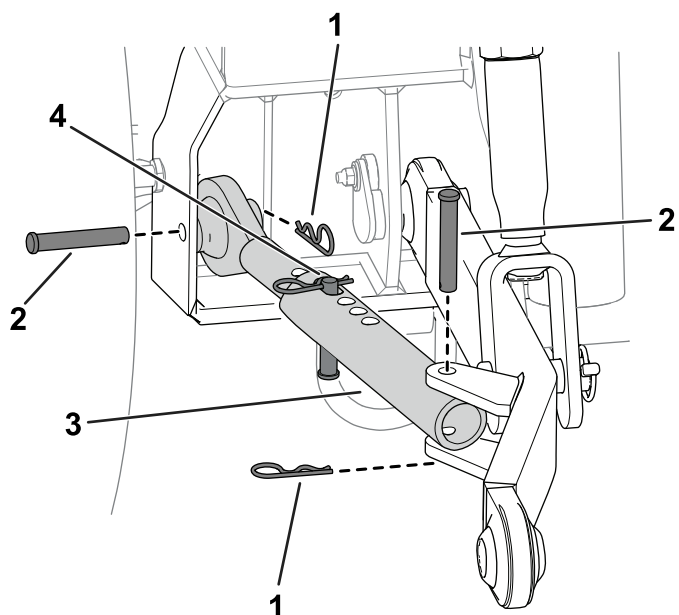

Рисунок 4
**Примечание:** Рисунок 3 и Рисунок 4 показана установка тяг на левой стороне машины. Повторите эту процедуру на правой стороне машины.
4. С помощью шплинтуемых штифтов и игольчатых шплинтов прикрепите поперечные тяги к раме машины (Рисунок 4).
5. С помощью шплинтуемого штифта и игольчатого шплинта прикрепите поперечную тягу к продольной тяге (Рисунок 4).
6. Установите шплинтуемый штифт и игольчатый шплинт на поперечную тягу (Рисунок 4).